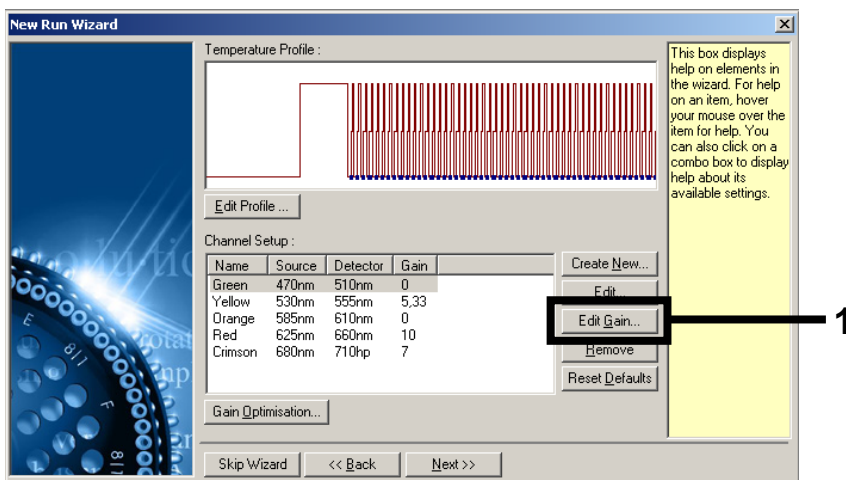

Figura 5. Editar manualmente os valores de ganho.
6. Clique em **Edit Gain** (Editar ganho) para editar manualmente os valores de ganho (Figura 5).